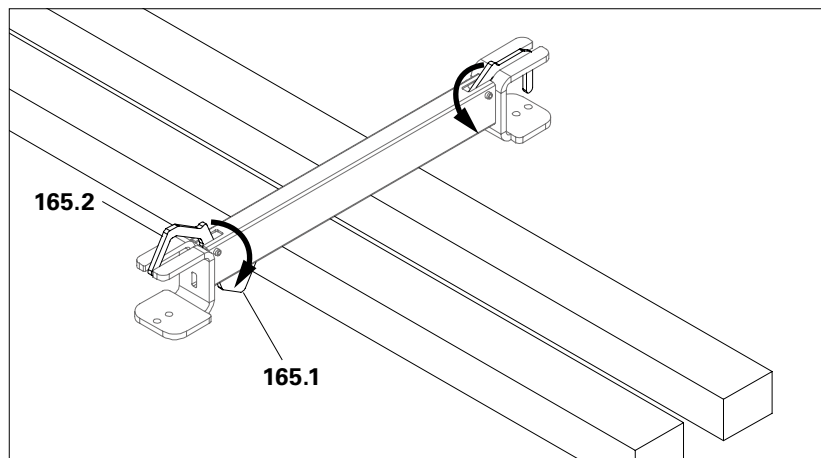

Abb. A7.03a
1. Belagtraverse auf die Kopfseite drehen, so dass die Griffstücke (**165.1**) der Fallriegel (**165.2**) herausstehen. (Abb. A7.03a)